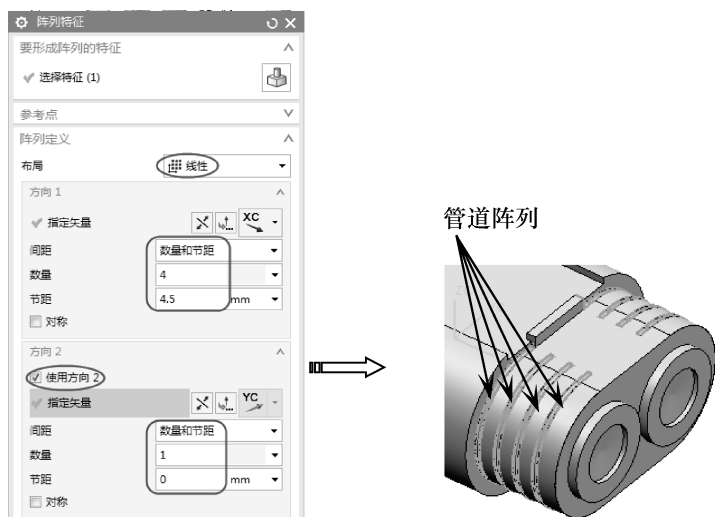

图 3-40 创建管道阵列特征
- 12 使用【阵列特征】工具，选择管道特征进行矩形阵列，设置如图 3-40 所示的阵列参数后，创建出管道的阵列特征。